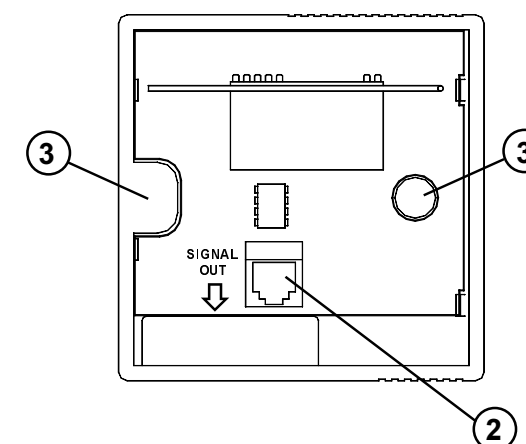

Fig. 3 Disposizione interna / Internal layout / Disposition interne / Innere Disposition / Disposizione interna
Nachdem das System mit Erfolg kontrolliert worden ist, mit der definitiven DAE A83-Installation fortschreiten, indem man sie mit zwei Schrauben, die in die Löcher, mit 60 mm Bohrungsabstand, gesteckt werden, sichtbar in Fig. 3 (3), an die Wand befestigt. Während man mit Werkzeugen in der Nähe der Löcher arbeitet, Acht geben die inneren Stromkreise und die Komponenten nicht zu beschädigen.
de la caja plástica para evidenciar como usar correctamente el destornillador. En Fig. 3 se muestra la disposición interna de la antena activa y la posición del enchufe 'SIGNAL OUT' (2).
Una vez que la posición de la instalación de la antena ha sido elegida es necesario controlar el sistema para asegurarse que las señales sean recibidas por todos los transmisores; consultar la documentación de los termostatos para realizar esta operación. Después que el sistema ha sido controlado con éxito, proceder con la instalación definitiva de DAE A83 fijándola al muro mediante los dos tornillos con una distancia entre ellos de 60 mm Fig. 3 (3).